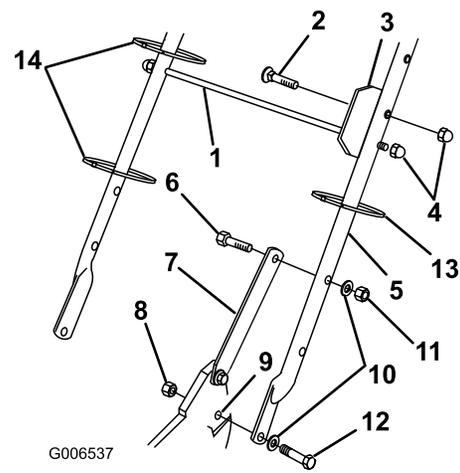

Figura 3
1. Fije el manillar al exterior de la carcasa del cortacésped (usando el taladro inferior) con 2 pernos (5/16 x 1-1/4 inches), arandelas y contratuercas finas (5/16 inch) (Figura 3).
2. Fije los cierres del manillar al manillar con dos pernos (5/16 x 1-1/2 inches), arandelas, y contratuercas (5/16 inch) (Figura 3).
3. Introduzca el perno a través de la chapa de alineación de la bolsa y el segundo taladro desde arriba del lado izquierdo del manillar, y fíjelo con una contratuerca de caperuza (Figura 3).
4. Deslice la varilla de soporte de la bolsa por el tercer (desde arriba) taladro de montaje de cada lado del manillar y fije cada extremo con una contratuerca de caperuza (Figura 3).
5. Utilice sujetacables para fijar los cables de control al manillar (Figura 3).